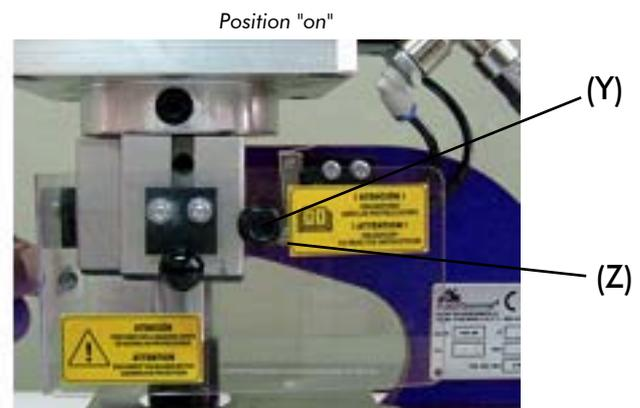

Bild 4
1.) Um den eigentlichen Arbeitsvorgang des Gerätes auszulösen, muss lediglich die Sicherheitsvorrichtung betätigt werden. Hierzu drückt man die Sicherheitsvorrichtung, welche verhindern soll, dass der Bediener in den Arbeitsbereich "X" gelangt, mit Hilfe des schwarzen Knopfes "P" nach unten (Position "ON", Bild 4).